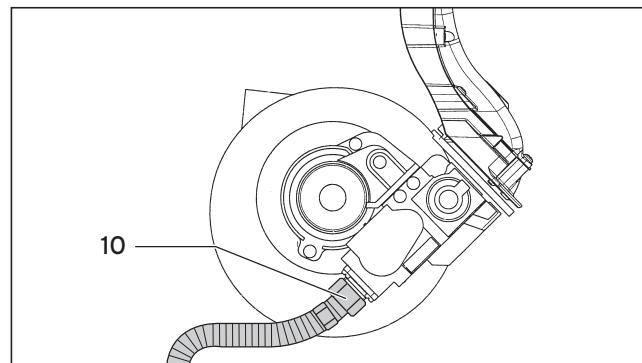

Рис. 7.2 Отсоедините гибкий газопровод от газовой арматуры
**На компактном термомодуле и на всех водопроводящих элементах конструкции существует опасность получения травм и ожогов. Выполняйте работы на элементах конструкции только после их остывания. Труба для подачи смеси (7) между регулятором давления газа и горелкой не должна открываться. Герметичность по газу этого элемента может быть гарантирована только после проверки на заводе.**
- Отверните крепежный винт воздухозаборной трубы (5) и поверните воздухозаборную трубу (3) вперед; затем снимите ее с всасывающего патрубка.
- Отсоедините два штекера: провода к электроду розжига и провода заземления от электродов розжига (6).
- Отсоедините газопровод (10) на нижней стороне газовой арматуры (рис. 7.2).
- Отсоедините кабели (9) от двигателя вентилятора и кабель (8) от газовой арматуры.
- Отверните 5 гаек (2).